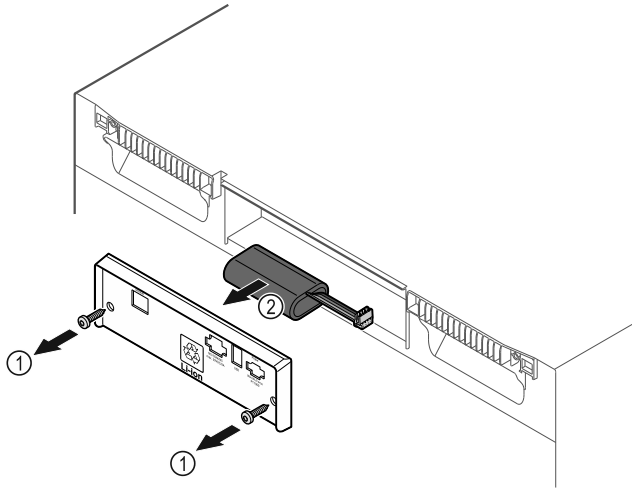

Fig. 201
- ▶ Skru ut skruene, og ta av dekslet på baksiden av apparatet Fig. 201 (1).
- ▶ Koble fra og ta ut batteriet Fig. 201 (2).